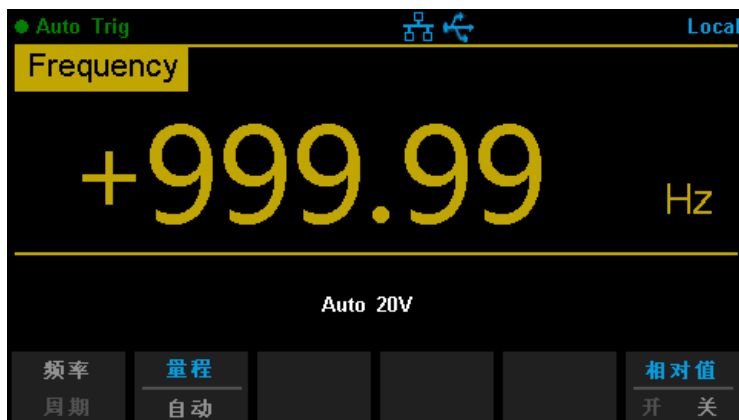

图 2-19 频率测量界面
1. 按前面板的 **Shift** 键，再按 **+** 键，选中【频率】进入频率测量界面，此时显示屏右下角显示频率的单位“Hz”，如图 2-19 所示。